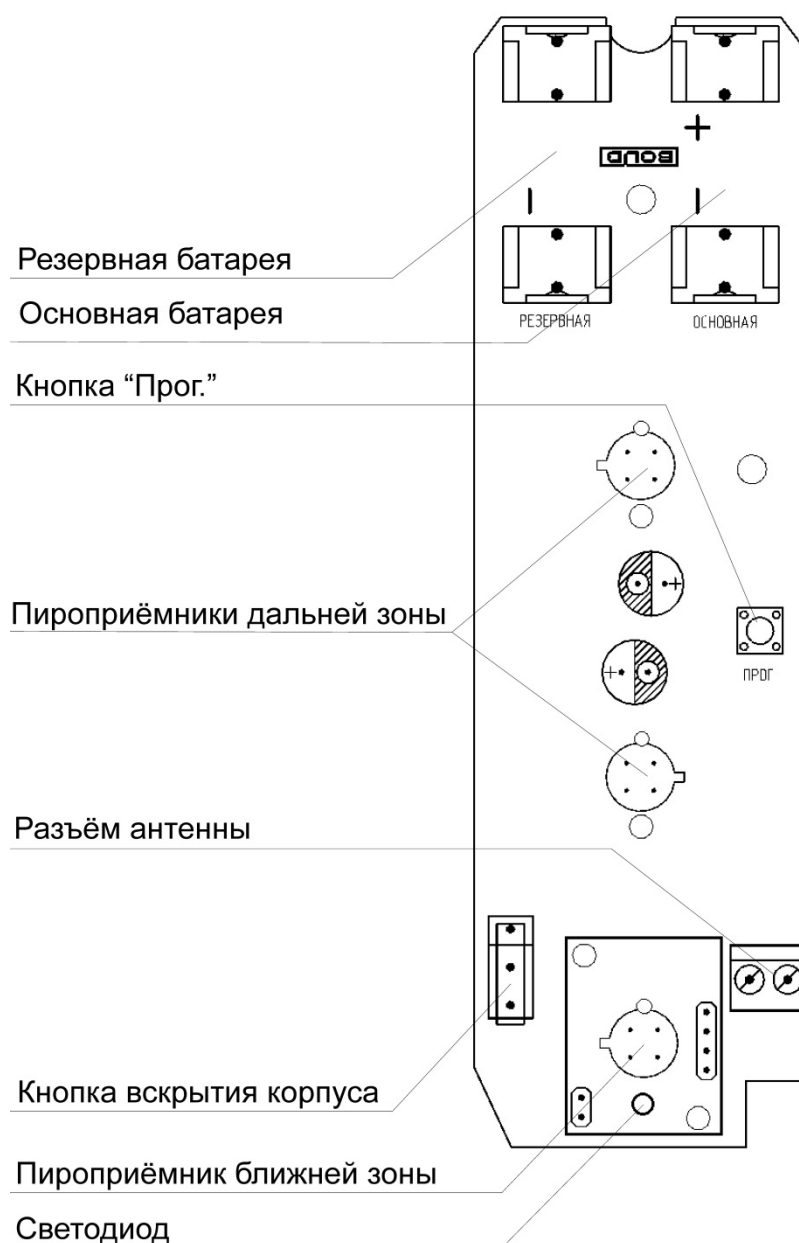

Рисунок 2.2 Расположение элементов на плате
На плате извещателя располагается элемент питания и органы управления прибором (см. Рисунок 2.2):
- Зажать кнопку «Прог.» на плате извещателя (см. Рисунок 2.2) на время более 3 секунд.
Тест качества связи запускается посредством короткого нажатия на кнопку «Прог.» на плате прибора (см. Рисунок 2.2). Запуск процедуры может занимать до 2 секунд, при этом прибор осуществляет анализ радиозэфира и регистрацию на оптимальном ПКП или ретрансляторе.